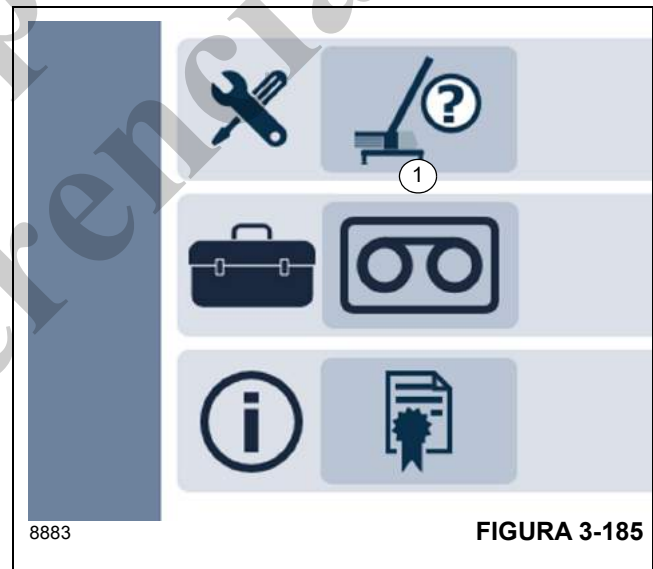

FIGURA 3-185
Seleccione el símbolo (1), (Figura 3-185) y confirme – el menú se abre.